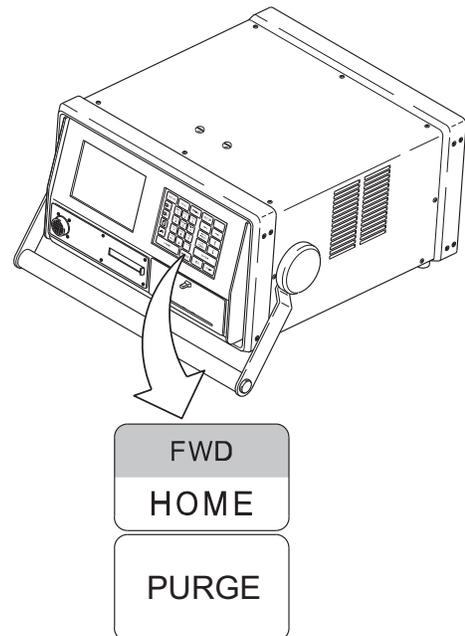

Figure 86 Localisation des boutons
5. Repérer les boutons **HOME** (retour) et **PURGE** sur le panneau avant. Voir la Figure 86.